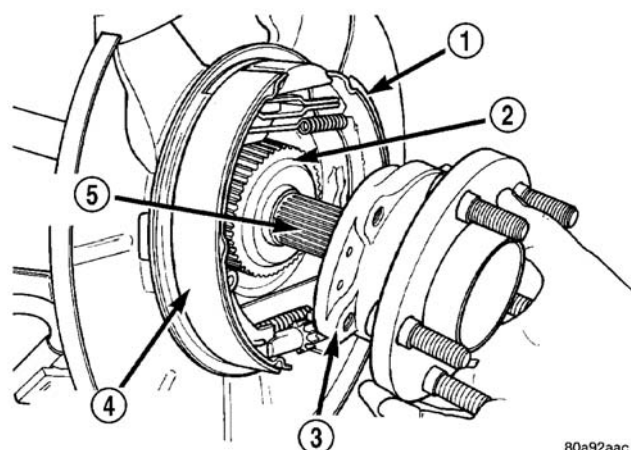

图 137 轮毂/轴承的拆卸与安装（全轮驱动）
- （19）拆下轮毂/轴承（图 137）。
(11) 将轮毂/轴承安装到外等速万向节（仅全轮驱动）的短轴上以及车桥的端部（图 137）。
(12) 以交叉方式，逐步拧紧四个轮毂/轴承固定螺栓，直到轮毂/轴承在车桥上确实入位。然后将轮毂/轴承固定螺栓拧紧到扭矩 $129 \text{ N} \cdot \text{m}$ ($95 \text{ ft} \cdot \text{lbs.}$)。